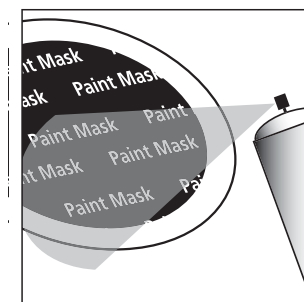

Figure 7—Masquez l'écran et les transducteurs puis appliquez de minces couches de peinture en aérosol.
1. Peignez les zones non-masquées. Appliquez au moins deux minces couches. La peinture en aérosol est recommandée (figure 7).